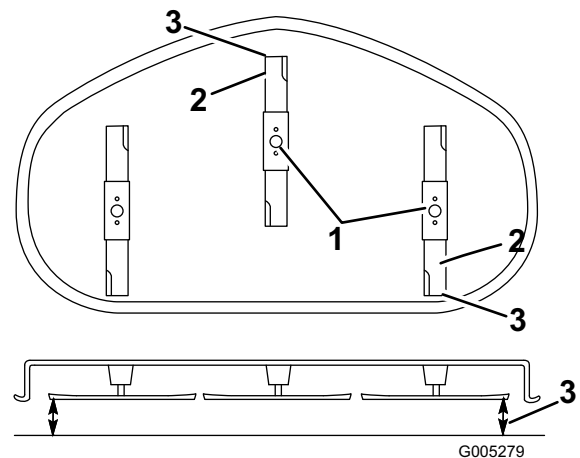

Figure 42
5. Réglez la hauteur de coupe à la position 3 [76 mm (3 pouces)] et tournez les lames avec précaution dans le sens longitudinal (Figure 42).
6. Mesurez la distance entre la pointe de la lame avant et la pointe de la lame arrière par rapport à la surface plane (Figure 42). Si la pointe avant de la lame n'est pas de 1,6 à 7,9 mm plus basse que la pointe arrière, réglez le contre-écrou avant.
9. Une fois le réglage effectué, vérifiez à nouveau l'inclinaison avant/arrière des lames. Poursuivez le réglage de l'écrou jusqu'à ce que la pointe avant de lame soit de 1,6 à 7,9 mm plus bas que la pointe arrière (Figure 42).